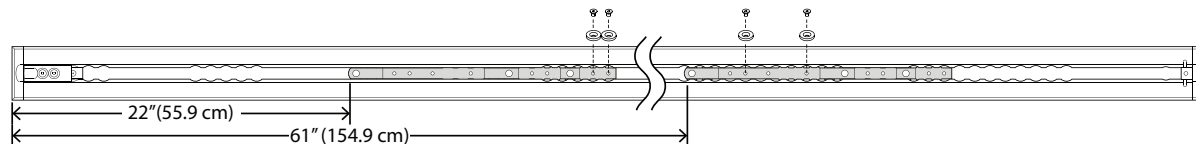

Figur 10 – Placering av knapinstallation
1. Sätt in den första knapen (A) och skjut den mot fotänden (Figur 10).
2. Sätt in den andra knapen (B).